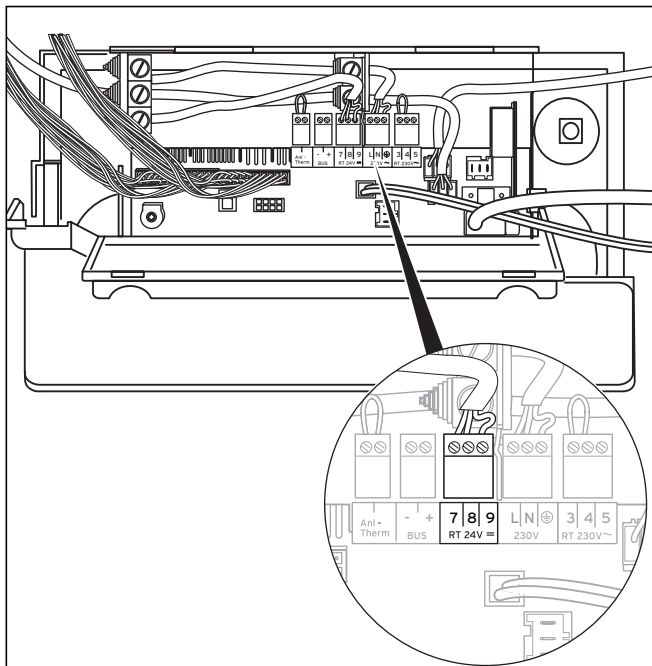

Рис. 5.12 Подключение регулирующих аппаратов и принадлежностей
- ▶ Присоедините соединительные кабели, как показано на рис. 5.12, к соответствующим штекерам ProE и гнездам электроники.